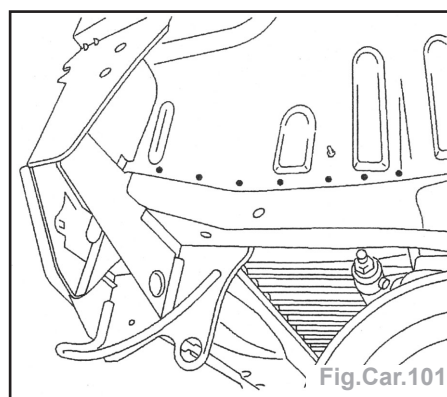

Fig.Car.101
- Soudar par points électriques (Fig.Car.101).